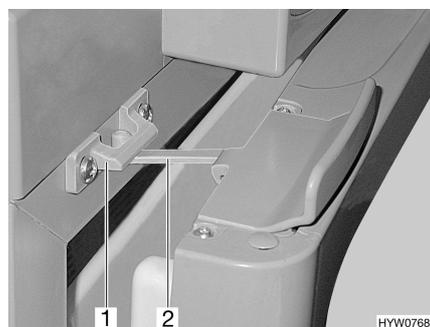

Fig. 95 Porte du réfrigérateur en position de ventilation (Thetford)
- Ouvrir le verrouillage (Fig. 95,2) et l'enclencher dans le logement de verrouillage (Fig. 95,1). La porte du réfrigérateur reste ainsi légèrement ouverte.